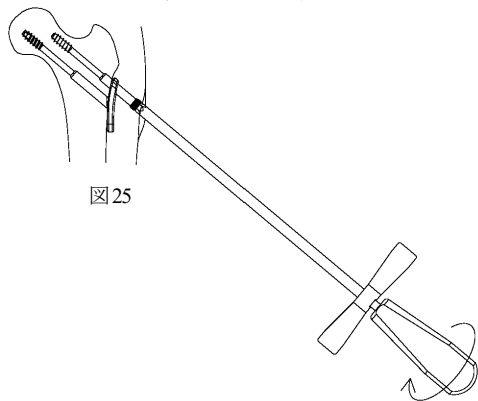

図25
- 2) スクリュードライバーで骨頭スクリューを手前に戻してから、バレル T レンチでバレルを取り外し、近位スクリューを抜去します。(図25)